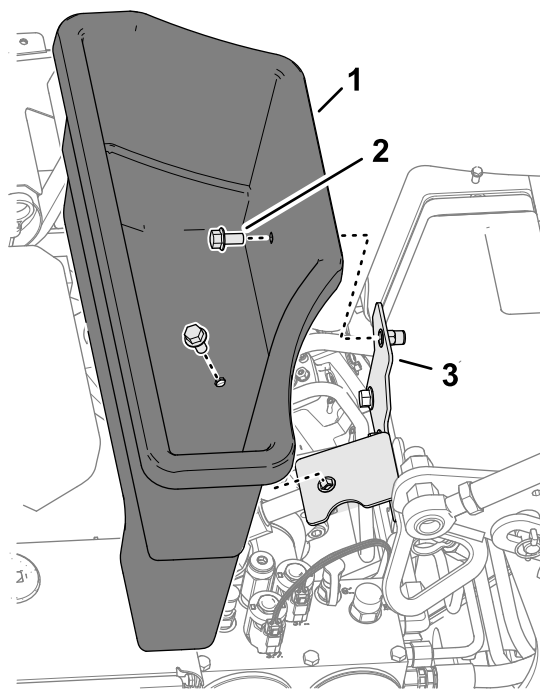

Рисунок 126
3. Отверните 2 болта с фланцем, с помощью которых контейнер для хранения крепится к кронштейну контейнера (Рисунок 126).